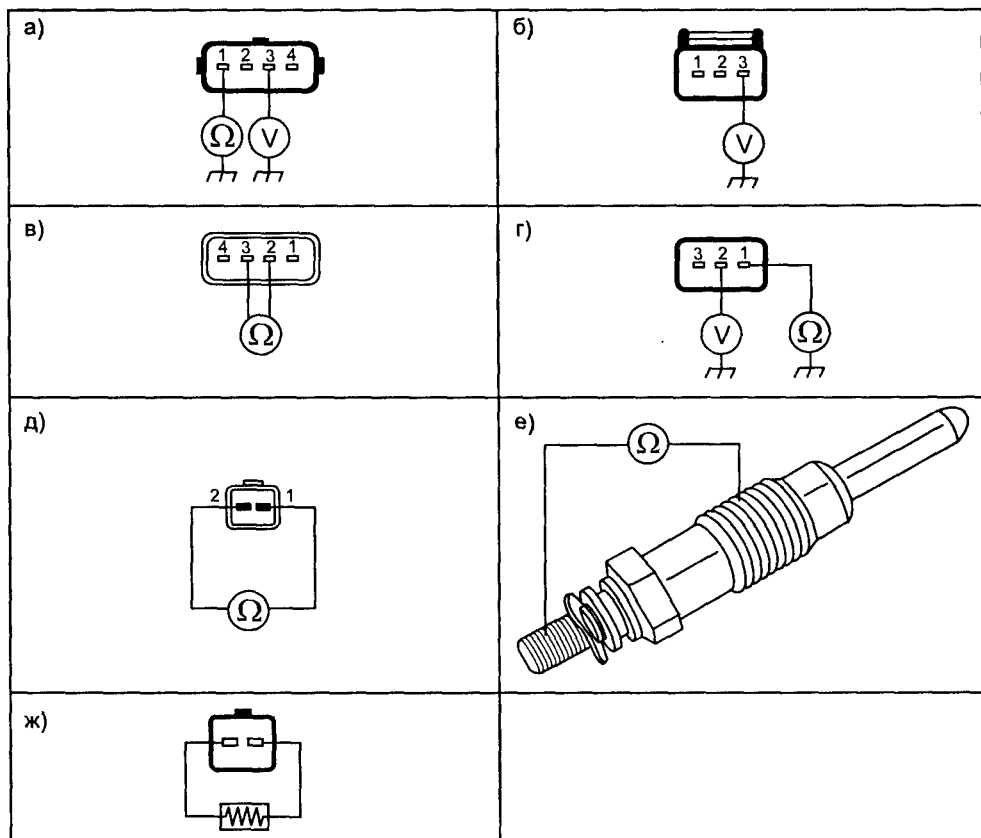

Рис. 1.8.6. Впускная система
Датчик BARO нужен для измерения атмосферного давления, чтобы при его изменении откорректировать цикловую подачу топлива. Проверить его можно в следующей последовательности (см. рис. 1.8.6г и схему на рис. 1.8.1):
Датчик IAT встроен в корпус датчика MAP. Для его проверки необходимо отсоединить разъем датчика IAT-MAP и, изменяя температуру воздуха, проверить изменение сопротивления датчика IAT (см. рис. 1.8.6в и табл. 1.8.5).
Датчик MAF позволяет точно измерить массу поступающего на впуск воздуха, для правильной оценки необходимой цикловой подачи топлива. Для его проверки выполняют следующие операции (см. рис. 1.8.6б и схему на рис. 1.8.1):
- измеряют сопротивление обмотки клапана, его величина равна 28 Ом (см. рис. 1.8.6д);
- выкручивают свечи накаливания из ГБЦ и проверяют их внутреннее сопротивление (см. рис. 1.8.6д) — около 0,8 Ом;
- устанавливают свечи на место, отсоединяют разъем датчика ЕСТ и, имитируя низкую температуру, между контактами 1 и 2 разъема включают резистор сопротивлением 6 кОм (см. рис. 1.8.6ж);